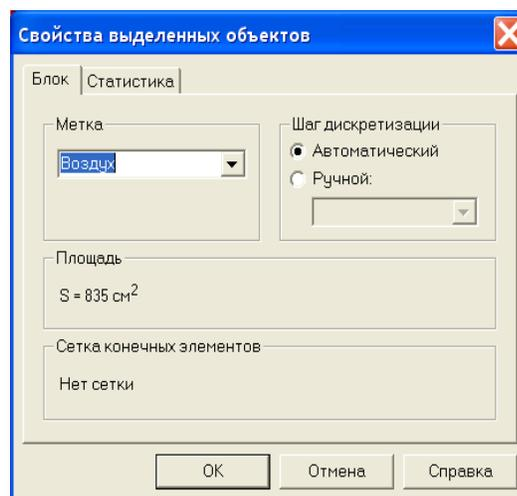

Рис.2.22. Присвоение меток
3. После появления формы *Свойства* выделенных объектов, рис.2.22, в окно **Метка** поместите имя метки, в данном случае **Воздух**.